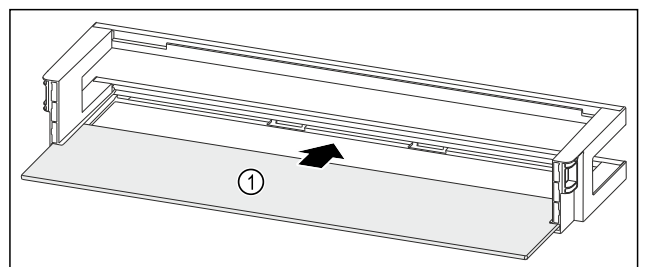

Fig. 119 Лотки на дверцятах з полицею
- ▶ Посуньте полицю Fig. 119 (1) у бічні пази.